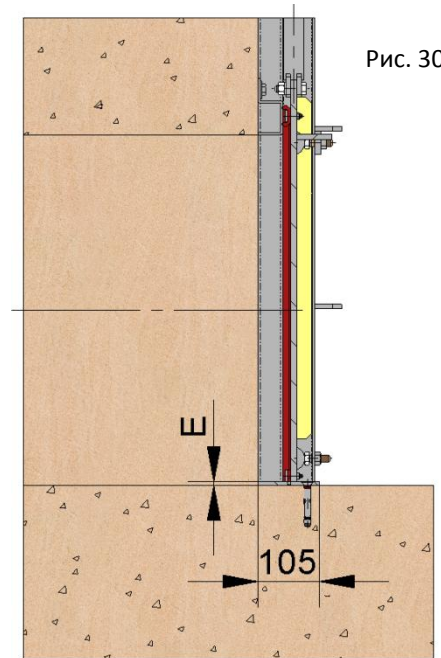

Рис. 30
При невозможности проделать канавку для установки затвора в бетон существует возможность изготовления затвора с плоской нижней балкой для установки с помощью анкерных или химических креплений (Рис. 30). На дно канала крепится гладкая полоса, обеспечивающая нижнее уплотнение затвора. Толщина полосы (параметр E) зависит от номинального диаметра затвора (DN) и определяется по таблице 4.